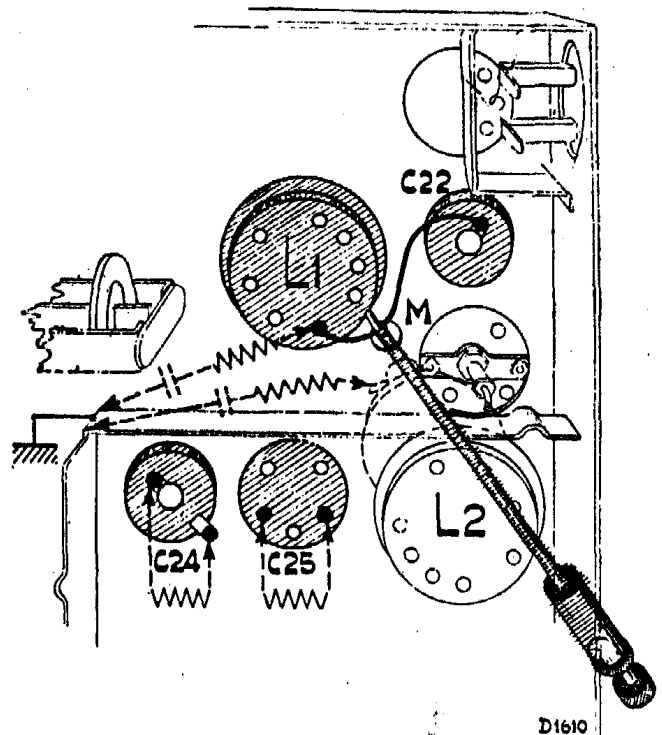

Fig. 5
3. Amortir C24 avec 25000 Ohms (fig. 5); trimmer C25 jusqu'à la déviation maximale du mètre (outputmètre) de sortie, enlever la résistance d'amortissement.
4. Raccorder l'appareil auxiliaire (par exemple au moyen de la fiche de contact (09.991.620) par le trou dans le châssis (fig. 5), amortir C22 avec 2000 ohms avec 0,1 μ F en série. Syntoniser l'appareil à trimmer.